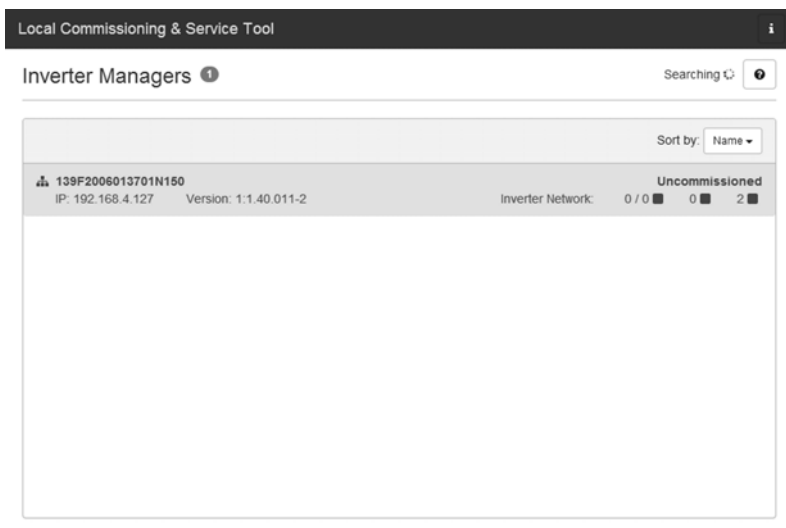

図 8 LCS ツール - 起動画面
2. 検出されたすべての Inverter Manager が画面にリストされます (図 8 を参照)。設定したい Inverter Manager をクリックして、ウィザードを起動します。クリックした Inverter Manager で認識されたパワーコンディショナがすべて表示されます。パワーコンディショナが試運転調整されていない (系統連系要件が割り当てられていない) 場合は、青い四角で当該のソフトウェアバージョンが表示されます。